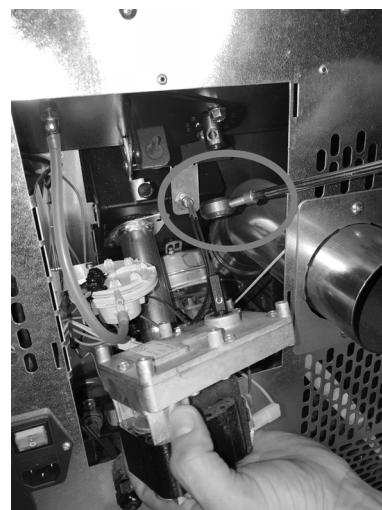

Fig. 29 - Fjern reduktionsmotoren
- Fjern reduktionsmotoren ved at løsne skruen der blokerer den (se **Fig. 29**).